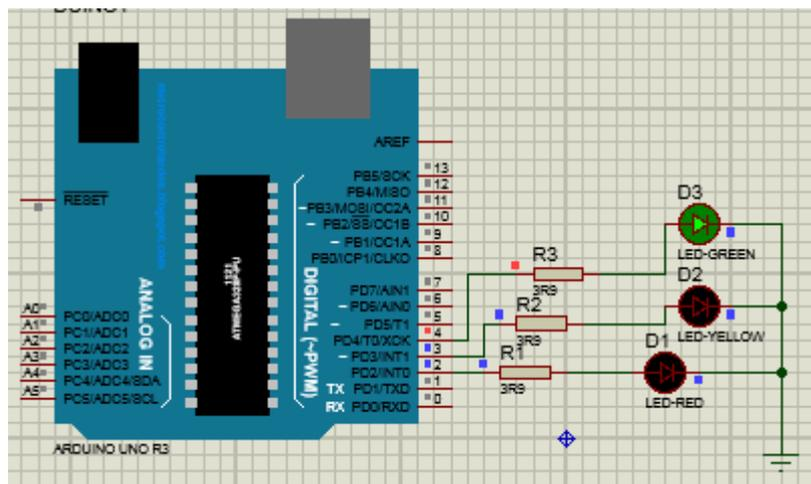

Рисунок 1.1 – Схема управления огнями светофора в Proteus
1.2.1.1. Собрать схему управления огнями светофора в Proteus (рисунок 1.1).